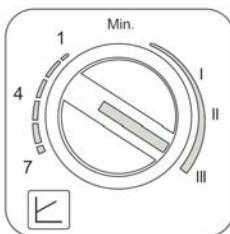

fig.19
- Configurazione con velocità fissa (fig.19)